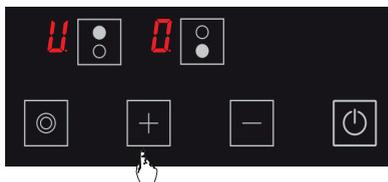

Afbeelding 8
1. Zet de kookplaat aan door op de knop te drukken. (Zie Fig. 8)